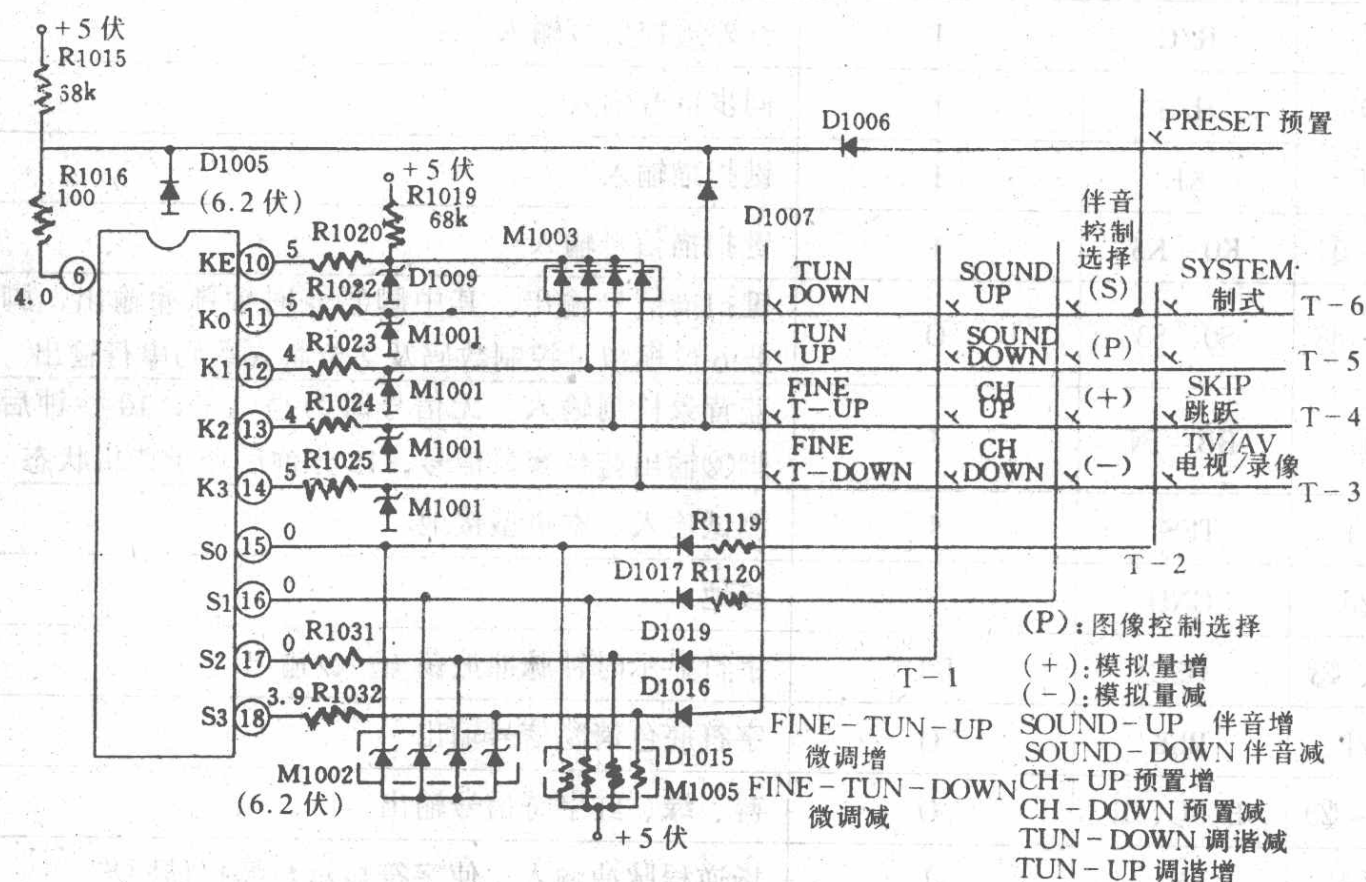

图 1-2 IC1001 (IX1194CE) 键扫描矩阵电路及键功能
③③	V _T	O	用于调谐的调宽脉冲输出
③④	AFT DET	O	AFT 消除控制输出。高电平时使 AFT 接通, 低电平时使 AFT 断开
③⑤	S - MUTE	O	静音输出。高电平时起静音作用
③⑥	VOL	O	6 位 PWM (调宽脉冲) 输出。用于音量控制
③⑦、③⑧	F1、F0	O	TV/AV 控制输出
③⑨	AFT	I	AFT 信号输入。用于选台调谐
④⑩、④⑪	OSC	I/O	时钟振荡 输入/输出
④②	VDD	I	+5 伏电源输入端
(2) IC1001 的键扫描矩阵电路
IC1001 的键扫描矩阵电路由微机 IC1001 及其外围电路和面板按键组成(如图 1-2 所示),其中脚⑪~⑭是键扫描输入脚,脚⑮~⑰为键扫描输出脚,于其外组成 4×4 键扫描矩阵电路,并在 16 个输入、输出交叉点上设置有 15 个功能键。当未按下任何功能键时,交叉点均断开,由脚⑮~⑰输出的键扫描负脉冲便无法分别输送至脚⑪~⑭。